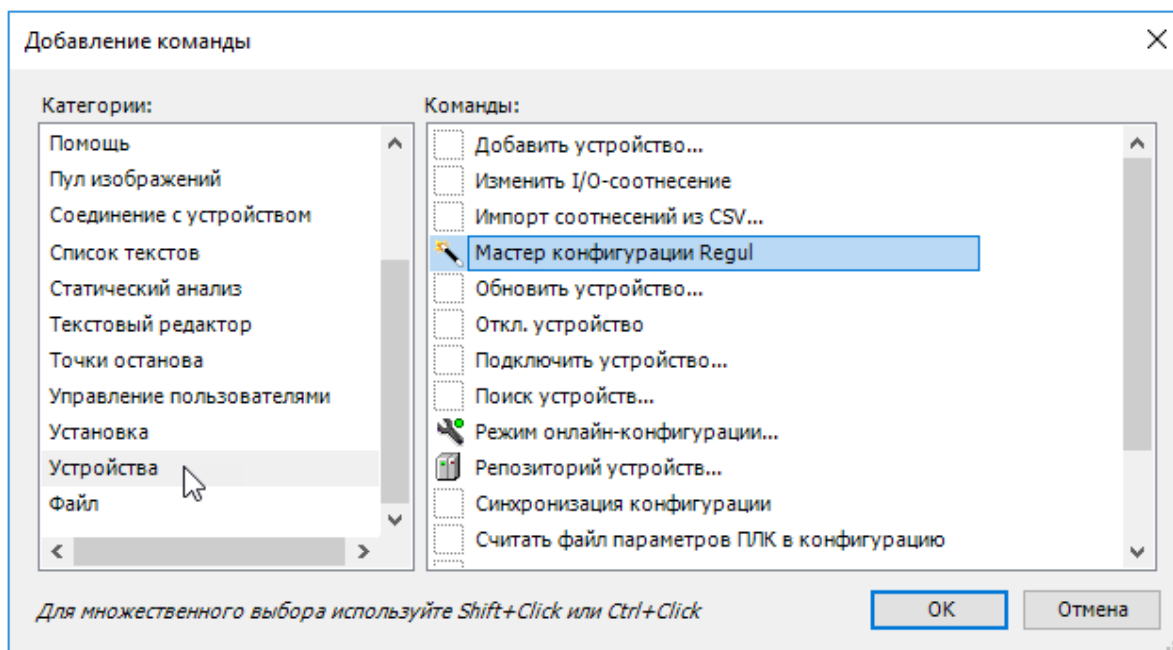

Рисунок 13 – Добавление команды на панель инструментов
- в левой части окна в блоке **Категории** выберите **Устройства**. В правой части окна в блоке **Команды** отобразятся все команды этой категории. Выберите команду **Мастер конфигурации Regul** (Рисунок 13). Нажмите кнопку **ОК**. Закройте окно **Настройка**. На панели инструментов перед пиктограммой  (Новый проект) появится пиктограмма  (Мастер конфигурации Regul).